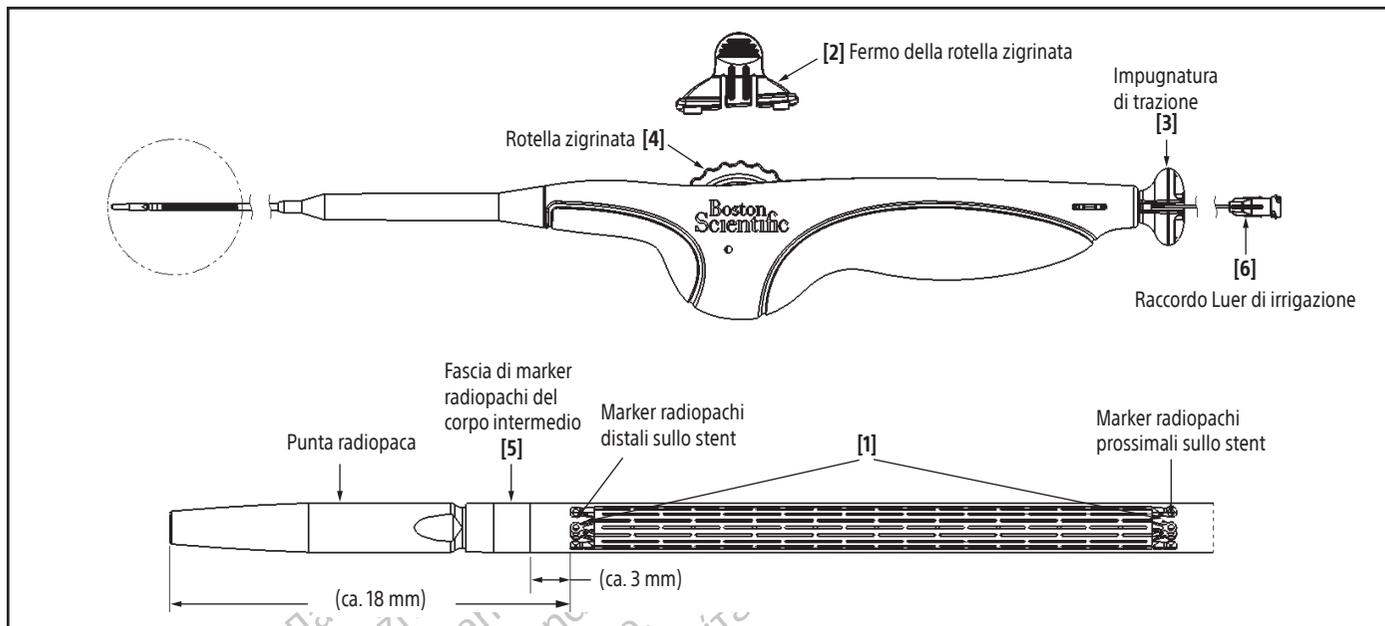

Figura 4. Sistema di rilascio dello stent
7. Collegare una siringa da 10 ml (10 cc) riempita di soluzione fisiologica al raccordo Luer di irrigazione **[6]** sull'impugnatura. Applicare una pressione positiva. Irrigare fino a quando la soluzione fisiologica fuoriesce dall'estremità distale del lume per filoguida. Rimuovere il raccordo Luer di irrigazione **[6]** (tirando la siringa o tirando il raccordo Luer di irrigazione **[6]**) (fare riferimento alla Figura 4).